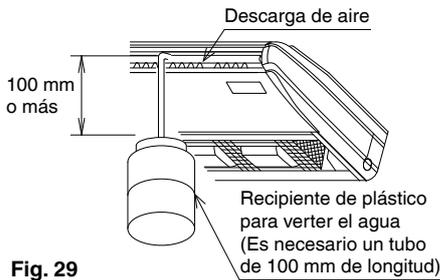

Fig. 29
(2) Una vez finalizada la instalación de la tubería, verifique que el desagüe fluya sin problema.
- Vierta gradualmente 0.6 litros de agua para confirmar el drenaje en la bandeja de desagüe desde la salida de aire. (Consulte la Fig. 29)